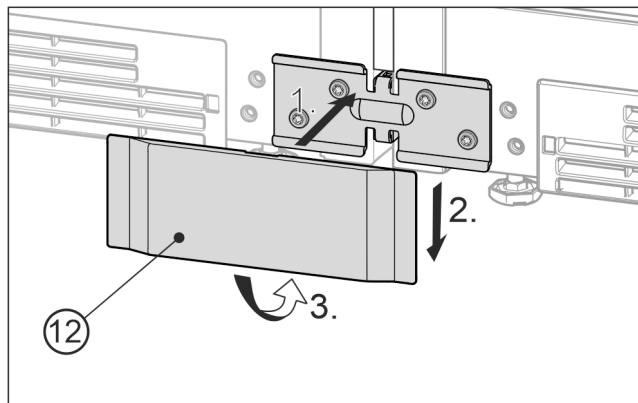

Fig. 24 Representación a modo de ejemplo
- Coloque la cubierta Fig. 24 (12) inferior por delante sobre la escuadra Fig. 24 (1), deslícela hacia abajo Fig. 24 (2) y encájela en la parte inferior Fig. 24 (3).